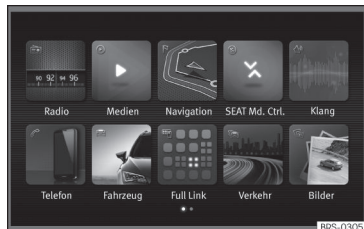

Abb. 88 Easy Connect: Hauptmenü.
- Drücken Sie die Infotainment-Taste **MENU** / und tippen Sie anschließend die Funktionsfläche **Fahrzeug** an » Abb. 88.